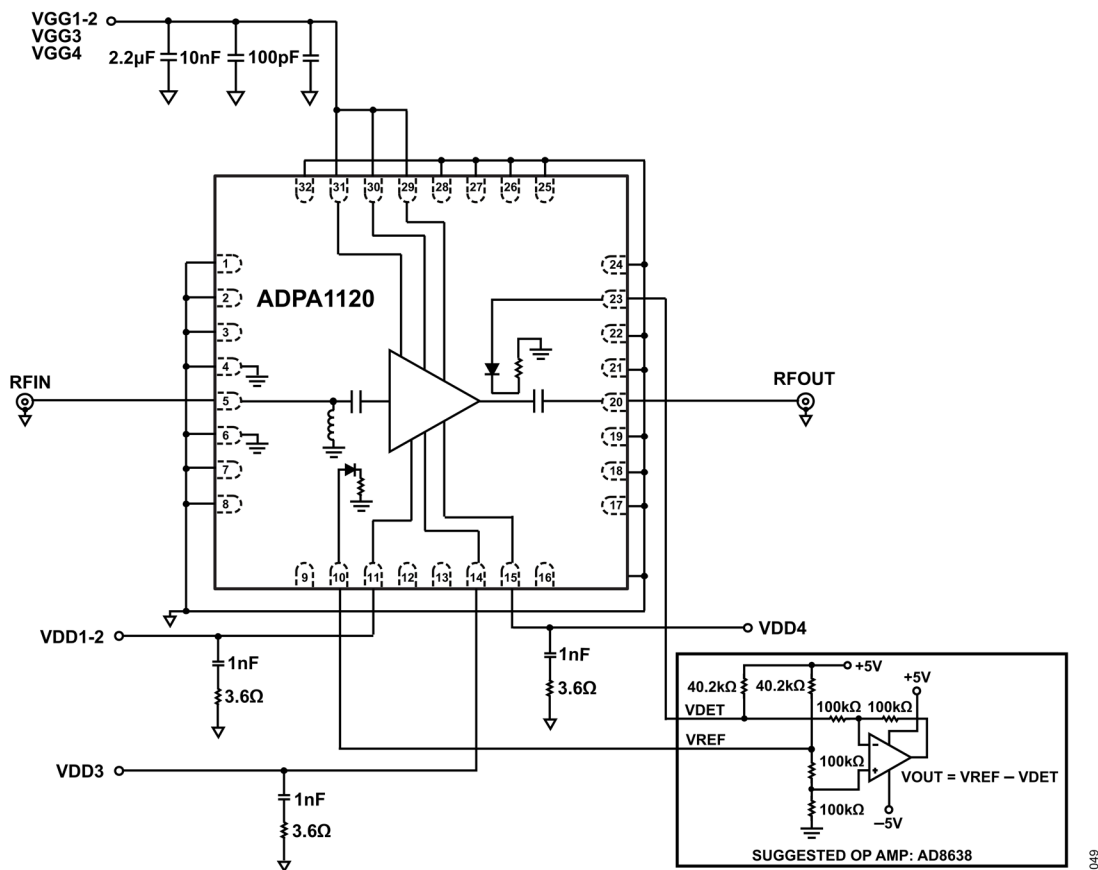

図 49. 基本的な接続方法
ADPA1120 を動作させるための基本的な接続方法を図 49 に示します。14V~20V の電源電圧を VDD1-2、VDD3、および VDD4 ピンに印加します。VGG1-2、VGG3、VGG4、VDD1-2、VDD3、および VDD4 ピンは、図 49 に示す容量値と抵抗値でデカップリングしてください。ゲート・バイアス・ピン VGG1-2、VGG3、VGG4 は、ADPA1120 をバイアスするために使用します。ピン 1~ピン 3、ピン 7~ピン 9、ピン 12、ピン 13、ピン 16~ピン 19、ピン 21、ピン 22、ピン 24~ピン 28、およびピン 32 は内部で接続されていません (NIC ピン)。これらの NIC ピンは内部では接続されていませんが、デバイスの特性評価時には全てグラウンドに接続されています。
特に指定のない限り、このデータシートに示すすべての測定値とデータは、基本接続回路（図 49 参照）を使い、このセクションに示す条件でバイアスを加えて取得しています。ここで説明したバイアス条件は、全体的なデバイス性能を最適化するために推奨される動作点です。他のバイアス条件を使用して動作させると、**代表的な性能特性**のセクションに示されている性能とは異なる結果になる場合があります。デバイスを損傷させることなく最大限の性能を得るには、このセクションに示す推奨バイアス・シーケンスに従うと共に、**絶対最大定格**のセクションに示す値を厳守してください。
1. すべての電源、グラウンド、および制御信号を ADPA1120 に接続します。図 49 を参照してください。